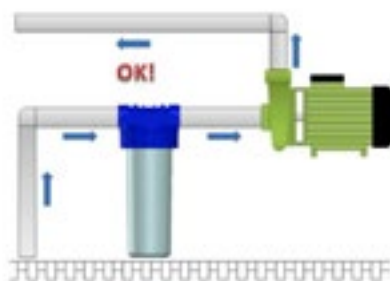
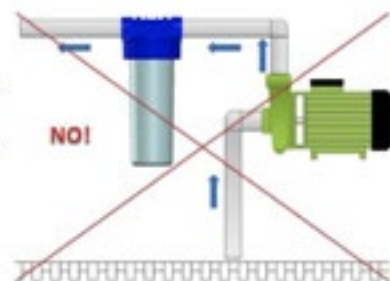

Fig.2
Fig.3
- Installer le filtre en vérifiant la juste direction du flux en suivant la flèche représentée sur la partie supérieure du filtre. ATTENTION : En présence d'une pompe hydraulique, installer le filtre en prenant soin de le positionner avant l'aspiration (Fig. 2), et pas après le refoulement (Fig. 3).